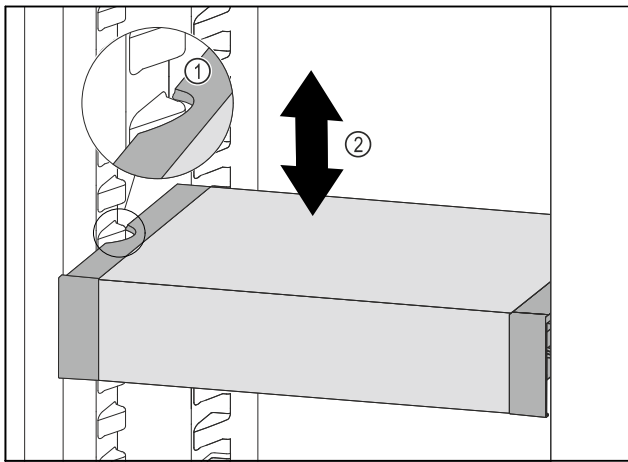

Fig. 77
- ▶ VarioSafe naar voren trekken tot de uitsparingen aan de zijkant van de VarioSafe zich ter hoogte van de rib in het koelgedeelte bevinden. Fig. 77 (1)
- ▶ VarioSafe in het koelgedeelte omhoog of omlaag bewegen tot de gewenste hoogte is bereikt. Fig. 77 (2)